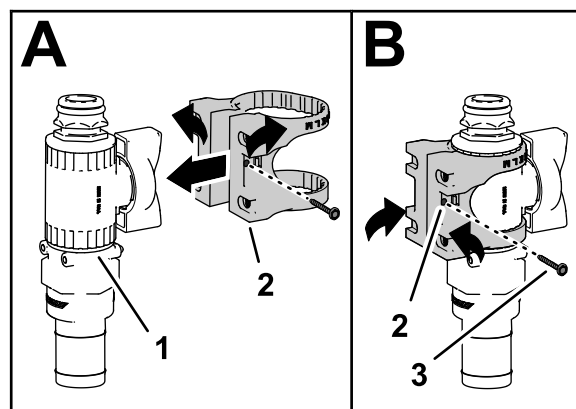

Figure 37
6. Montez le support de vanne sur la vanne de commande droite, comme montré en A à la Figure 37.
7. Fixez le support de montage sur la vanne de commande à l'aide d'une vis à embase (n° 6), puis serrez la vis à la main (B de Figure 37).